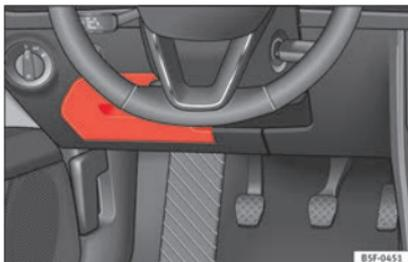

Fig. 202 En el tablero de instrumentos del lado del conductor: tapa de la caja de fusibles.
- **Abrir:** abata la cubierta hacia abajo » **fig. 202.**